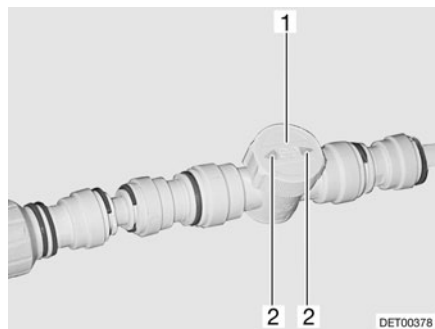

Fig. 127 Régulateur du chauffage du plancher/du réservoir d'eaux usées
- Régler le régulateur (Fig. 127,1) sur le débit désiré (débit max. = flèche (Fig. 127,2) dans le sens de la conduite).
- Tourner le régulateur (Fig. 127,1) de sorte que la flèche (Fig. 127,2) se trouve en travers de la conduite de chauffage.